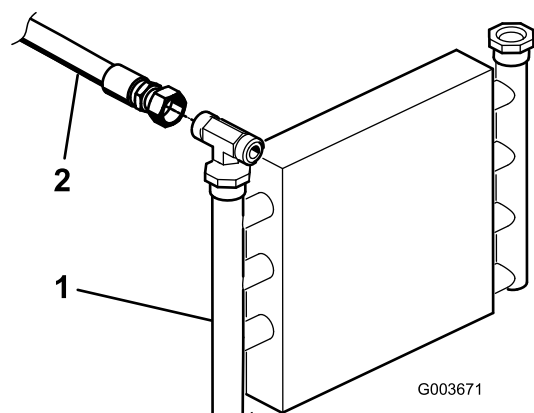

Figura 13
1. Localizzare il tubo idraulico che va dal radiatore dell'olio alla valvola di sollevamento esistente (Figura 13). Rimuovere i dispositivi di fissaggio e il morsetto dei tubi che fissa i tubi idraulici al telaio.
2. Scollegare e rimuovere il tubo idraulico dal radiatore dell'olio e dalla valvola di sollevamento (Figura 13).